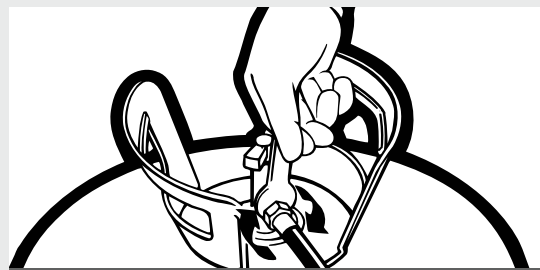

Figura 2.
3. Aplique una capa de vaselina a la cara interior del dispensador Insta-Flo™. Esto facilita la limpieza de la cara del dispensador y prolonga la vida útil del dispensador Insta-Flo™. (Ver Figura 2)